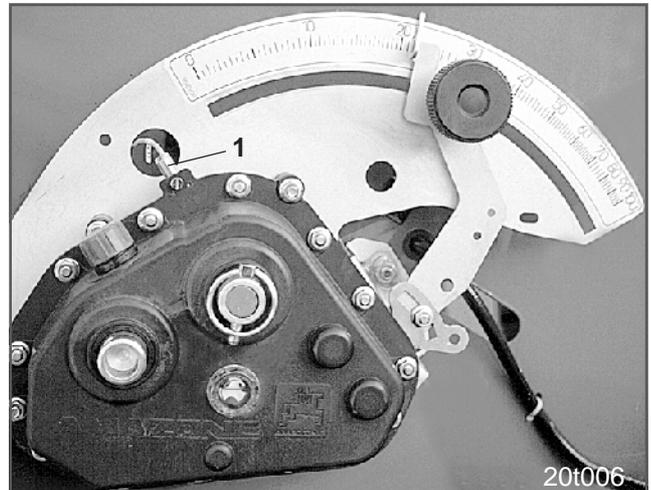

Fig. 26.6
- ohne Spuranreißer, sobald der Wegstreckensensor (Fig. 26.6/1) keine Impulse mehr liefert, z.B. beim Anheben der Maschine am Vorgewende aber auch beim Anhalten auf dem Feld.